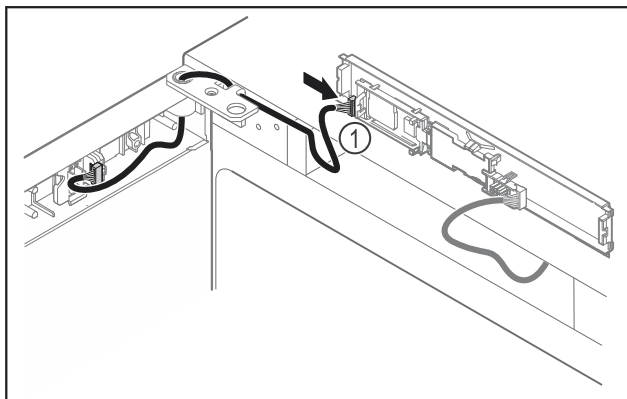

Fig. 42
- Подключите штекер Fig. 42 (1) к панели.